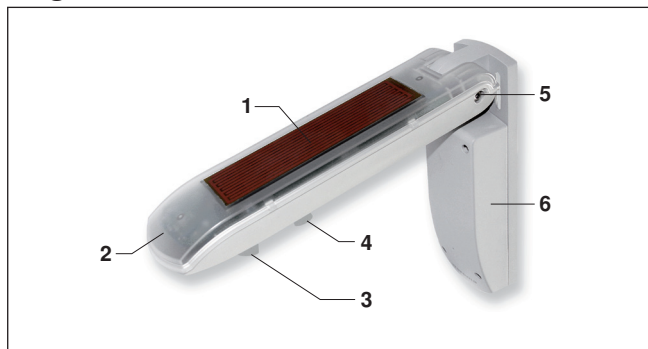

Abb. 1 WMS Wetterstation plus
- Das Gerät ist so zu montieren, dass der Strömungssensor möglichst waagrecht steht (Gehäuseneigung 15°). Zur Montage an schrägen Flächen kann es mit Hilfe des Gelenks (Abb. 1) waagrecht eingerichtet werden.